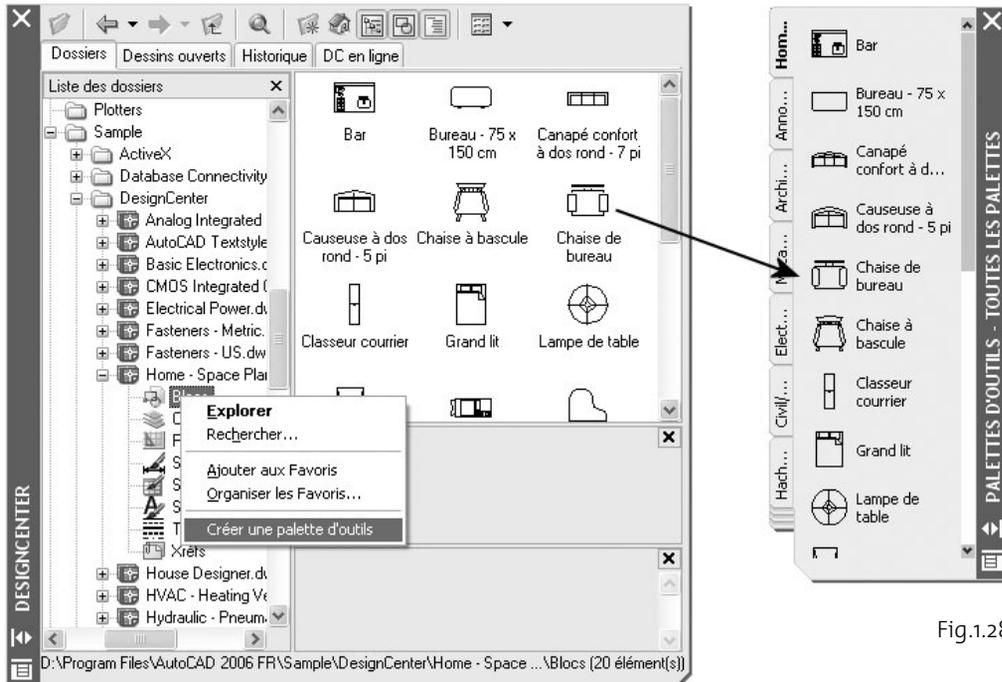

Fig.1.28
- ▶ Glissez des dessins, des blocs et des hachures du DesignCenter vers la palette d'outils (fig.1.28). Les dessins que l'on ajoute à une palette d'outils sont insérés en tant que blocs lorsqu'on les fait glisser vers le dessin.